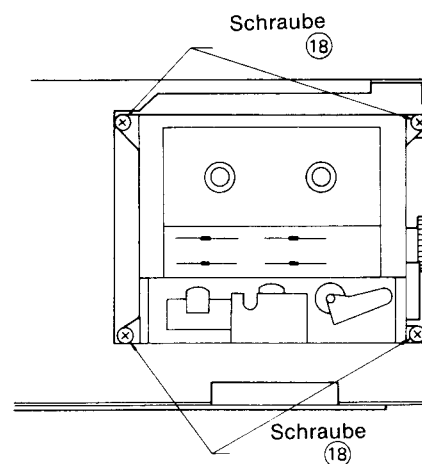

Abb. 9
- 3) Die vier Befestigungsschrauben ⑱ siehe Abb. 9 lösen.